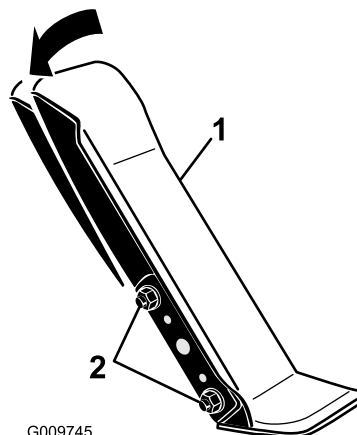

Рисунок 66
1. Ослабьте две гайки и болты крепления левой стороны педали тяги к кронштейну (Рисунок 66).
2. Поверните педаль под требуемым рабочим углом и затяните гайки (Рисунок 66).